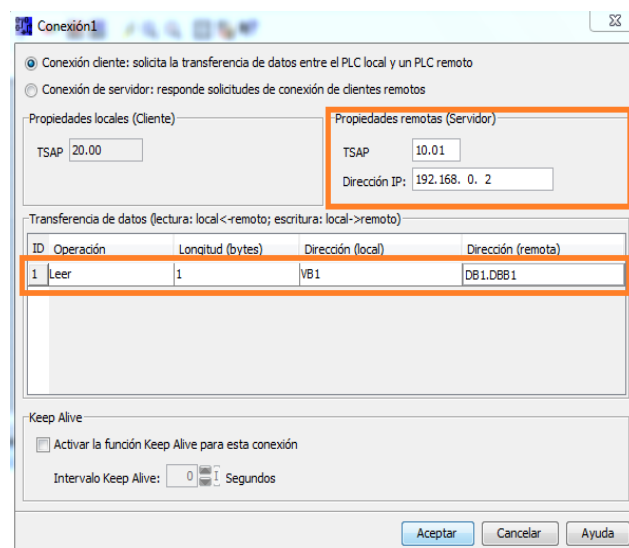

Figura 77: Conexión cliente.
4. En la ventana siguiente Figura 77, seleccionar conexión cliente, llenar Propiedades remotas y transferencia de datos.